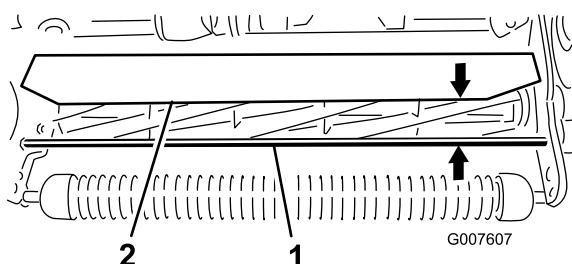

図 51
- 前サポートロッドの上面からシールドの前リップまでの距離をカッティングユニットの両端で測定する図 51。